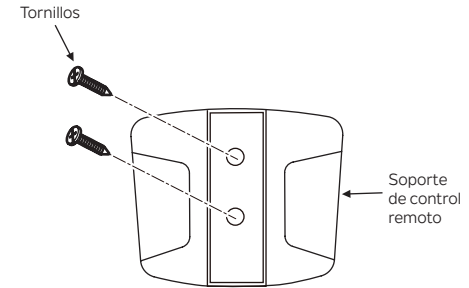

Fig. 24
**Paso 1.** Coloque el soporte del mando a distancia con los dos tornillos de montaje del soporte del mando a distancia suministrados. (Fig.24)